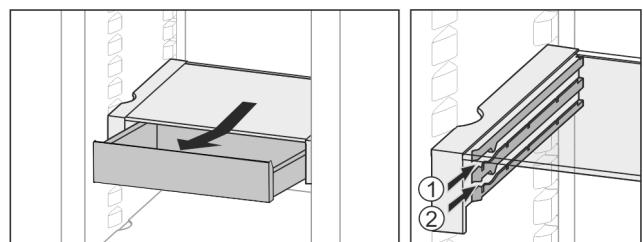

Fig. 26
- In beliebiger Höhe Fig. 26 (1) oder Fig. 26 (2) einschieben.